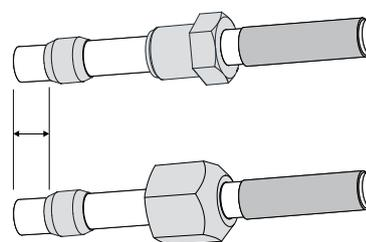

fig. 15
**Il montaggio corretto prevede che il bicono sia bloccato a non meno di 3 mm dall'inizio del tubo (fig.15), se la distanza è inferiore, accorciare il tubo e ripetere l'operazione.**